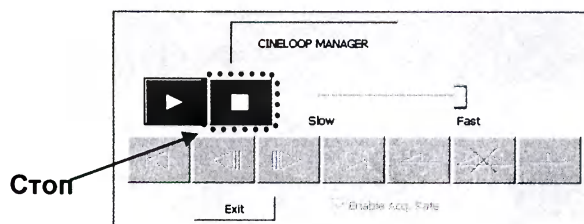

Рисунок 104
– откроется меню «Рентгенографическая петля» (см. рисунок 104), в котором имеется команда **Стоп**.